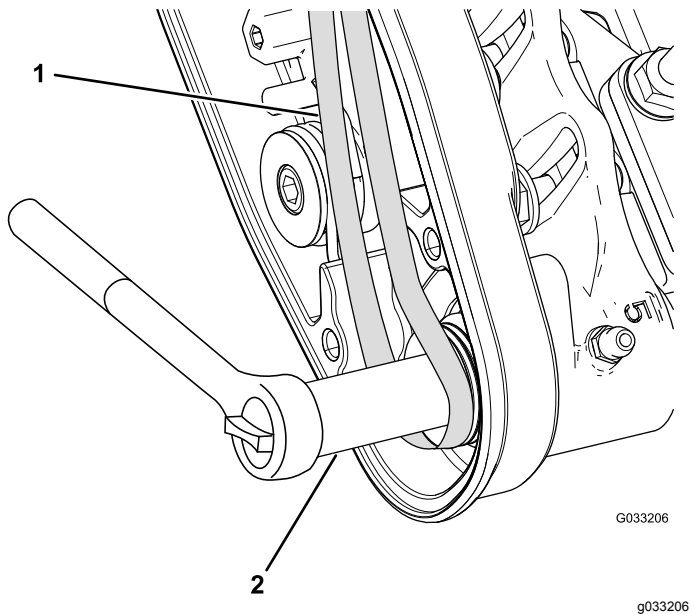

Figura 14
- Empiece a colocar la correa en la polea arrastrada (Figura 14).
- Utilice una llave de vaso profundo (9/16") para girar el conjunto del cepillo y guiar la correa sobre la polea arrastrada (Figura 14).